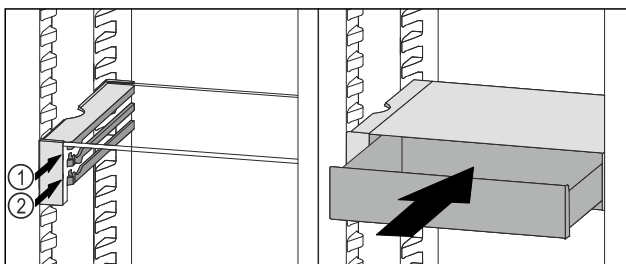

Fig. 111
- VarioSafe-Schubfach hinter den Stoppern auf gewünschter Rippe *Fig. 111 (1)* oder *Fig. 111 (2)* aufsetzen.